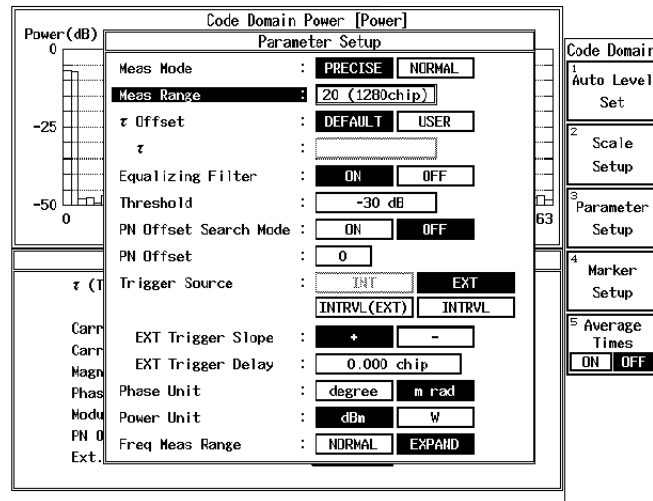

図 6-7 測定パラメータ表示 (コード・ドメイン・パワー)
4. R3267 シリーズを CF:800MHz、RF 入力、Forward Link に設定し、パラメータを図 6-7 のように設定し、*DC CAL*、*AUTO LEVEL* を実行します。